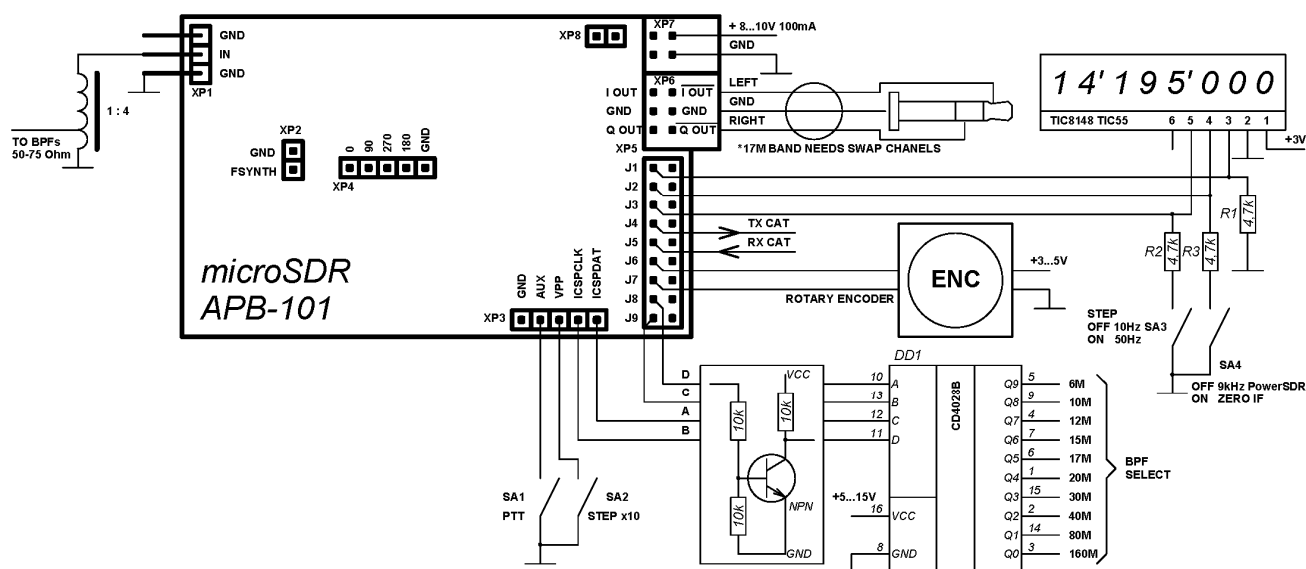

Рис. 3. Схема подключения приемника
При подаче питания и **установленном** резисторе R1 (см. Рис. 3) microSDR работает в режиме приемника. Для управления частотой необходимо подключить приемник к последовательному порту (COM) ПК и запустить SDR программу, например PowerSDR. Необходимы настройки PowerSDR показаны на Рис. 4 (номер COM-порта установить в соответствии с фактически используемым).
3. Подать питание на microSDR в режиме приемника (с установленным R1 Рис.3)